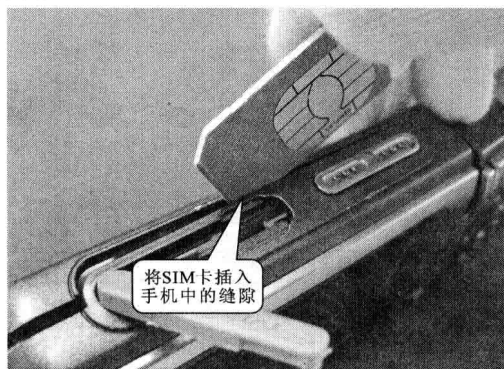

图 1-18 拆卸步骤⑫
步骤⑫ 用手机 SIM 卡插入电池槽的缝隙中，滑动以打开手机外壳的卡扣，拆卸方法同上，如图 1-18 所示。